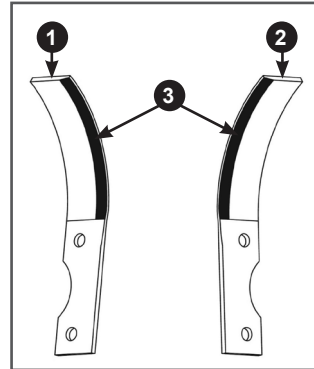

Рис. 11. Ножи фрез
1. Разделите ножи фрез на правые и левые. Правые ножи 1 при установке на правую фрезу будут иметь изгиб в сторону от редуктора, левые ножи 2 при установке на правую фрезу будут иметь изгиб в сторону редуктора (Рис. 11).